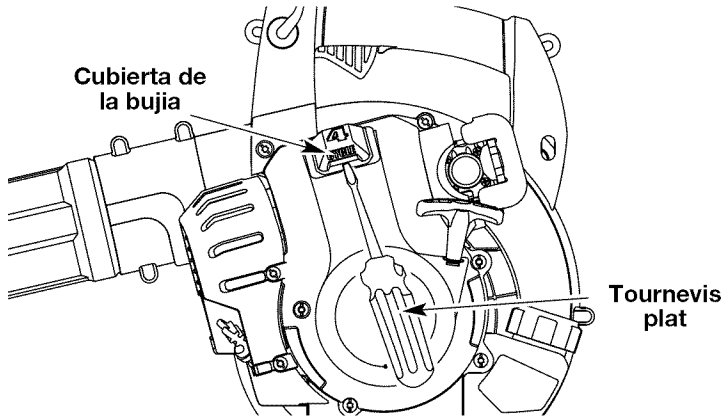

Fig. 32
2. Inserte un destornillador de hoja plana debajo de la cubierta de la bujía y quítela haciendo palanca (Fig. 32).